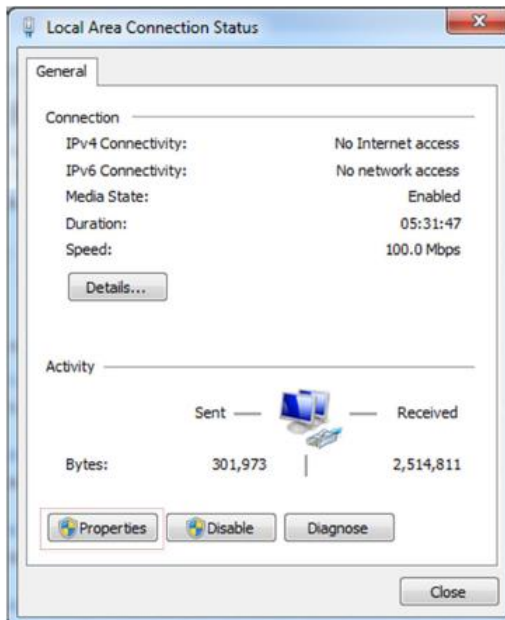

Figura 3-27
Passo 2: Clique em [Conexão de Área Local] e a caixa de diálogo para status de conexão local aparece, como mostrado na figura 3-27.